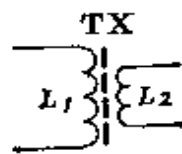

图 2-4
3. 磁性天线 将线圈绕在磁棒上,就制成了磁性天线。磁性天线的实物外形和符号如图 2-4 所示。